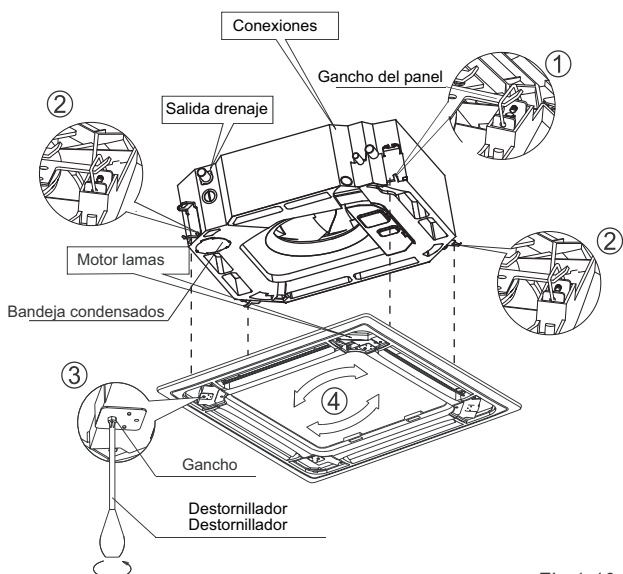

Fig. 1-10
- Alinear el motor de las lamias del panel con la conexión de los tubos del cuerpo (Ver. Fig. 1-10).
- Ajuste los cuatro tornillos de los ganchos del panel para mantener la horizontalidad del panel (Ver fig. 1-10).
- Regular el panel en la dirección de la flecha tal y como aparece en la Fig. 1-10 para adaptar el centro del panel en el centro del techo. Asegúrese de que los 4 ganchos de las esquinas se fijan correctamente.